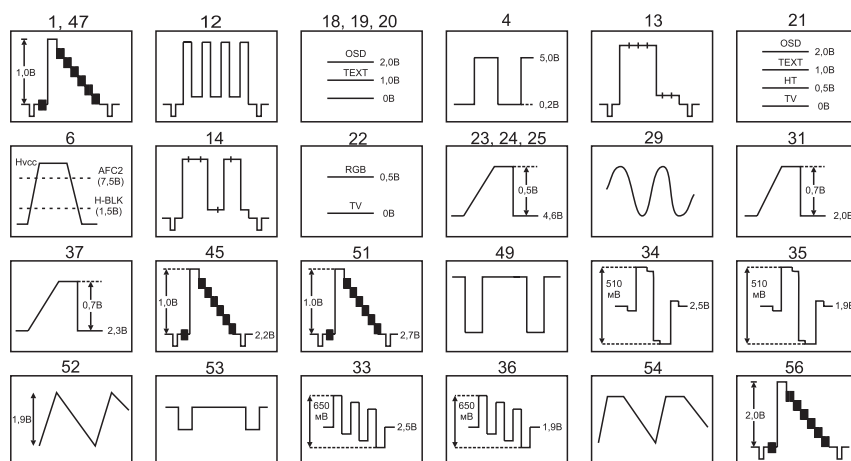

Рис.2
**Цифры над осциллограммами рис. 2 соответствуют номерам выводов микросхемы.*